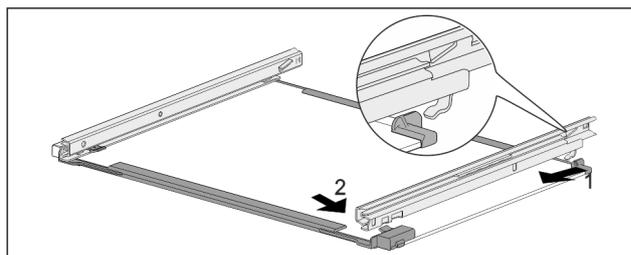

Fig. 149 Tablette en verre avec rails
- ▶ Accrocher le rail à l'arrière. Fig. 149 (1)
- ▶ Accrocher le rail à l'avant. Fig. 149 (2)